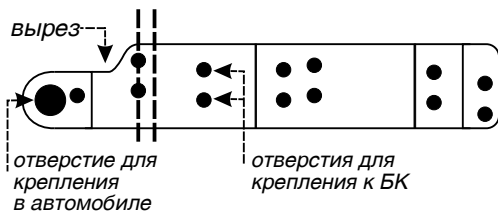

Рис. 4.8
Кронштейн, внешний вид которого приведен на рис. 4.8, представляет собой металлическую пластину.
6. Согните пластины по линиям сгиба, рис. 4.8, как показано на рисунке 4.9. Учитывайте, что кронштейны будут устанавливаться один с правой, другой с левой стороны, сгибая их в противоположные стороны (зеркально).